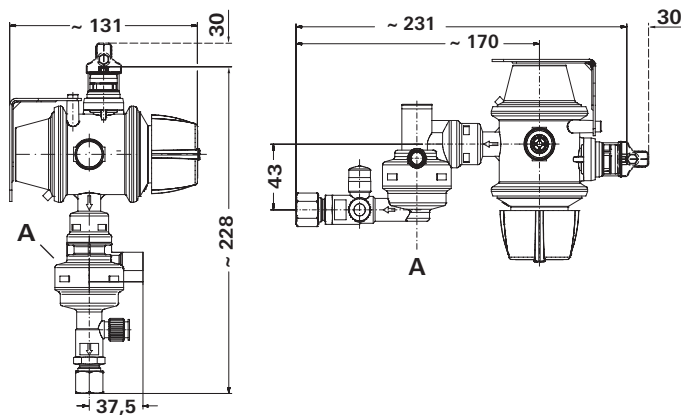

Bild 3 Mått i mm. Framställs inte skalenligt.
- Beroende på utförande måste DuoControl CS monteras vertikalt på en stadig vägg eller horisontellt i fläskåpets tak. **Utlösningselementet** (bild 3 – A) måste alltid sitta i **lodrätt läge**.